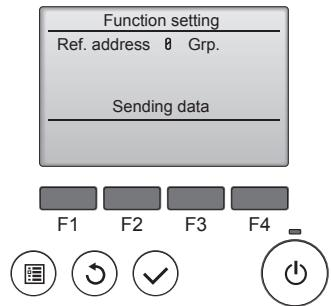

Fig. 6-15
⑤ (Fig. 6-15)
① Gå in på funktionsvalsläge